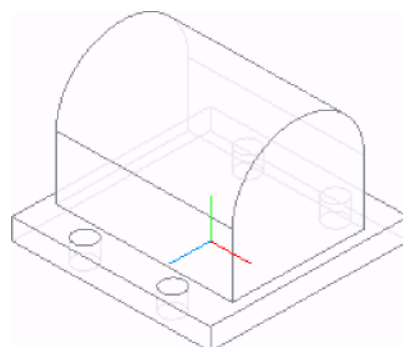

Рис. 7.27
4. Застосовуємо до отриманого ескізу команду  Приклеїти видавлюванням. Напрямок видавлювання - Середня площина, Відстань - 80 (рис. 7.27).